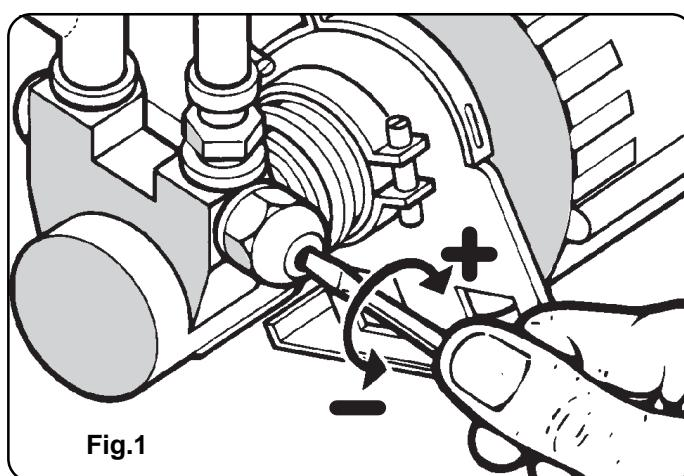

Fig.1
La pompa ha una valvola by-pass che serve per regolare la massima pressione di mandata, la taratura della pressione è stata fatta a 3,5 bars e può essere modificata tramite la vite (G) posta sulla pompa stessa.(vedi fig. 1)